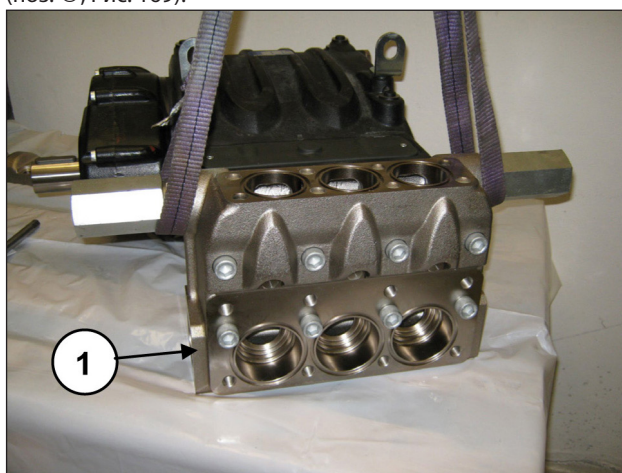
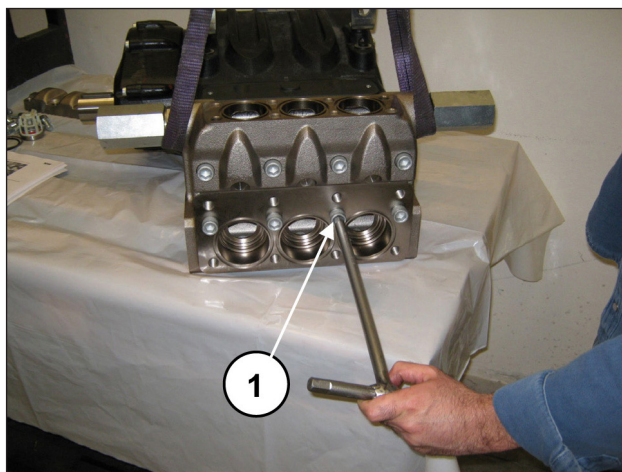

Рис. 168
Рис. 169
Установите торец на картер насоса (поз. ①, Рис. 168), стараясь не задеть поршни, и завинтите 8 винтов M16x150 (поз. ①, Рис. 169).